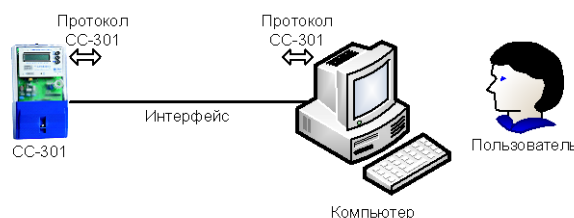

Рисунок 3. Считывание показаний и управление счетчиком по последовательному интерфейсу
1.2 Пользователь выбирает и считывает показания счетчика на компьютер, подключенный к прибору по последовательному интерфейсу (Рисунок 3). Тип последовательного интерфейса (опто-порт, RS-232, RS-485, MBUS) ограничивает максимально допустимое расстояние до прибора. В программе на компьютере можно осуществлять выбор, автоматическое считывание и сохранение показаний в базе данных, формирование отчетов, управление счетчиком и т.д.